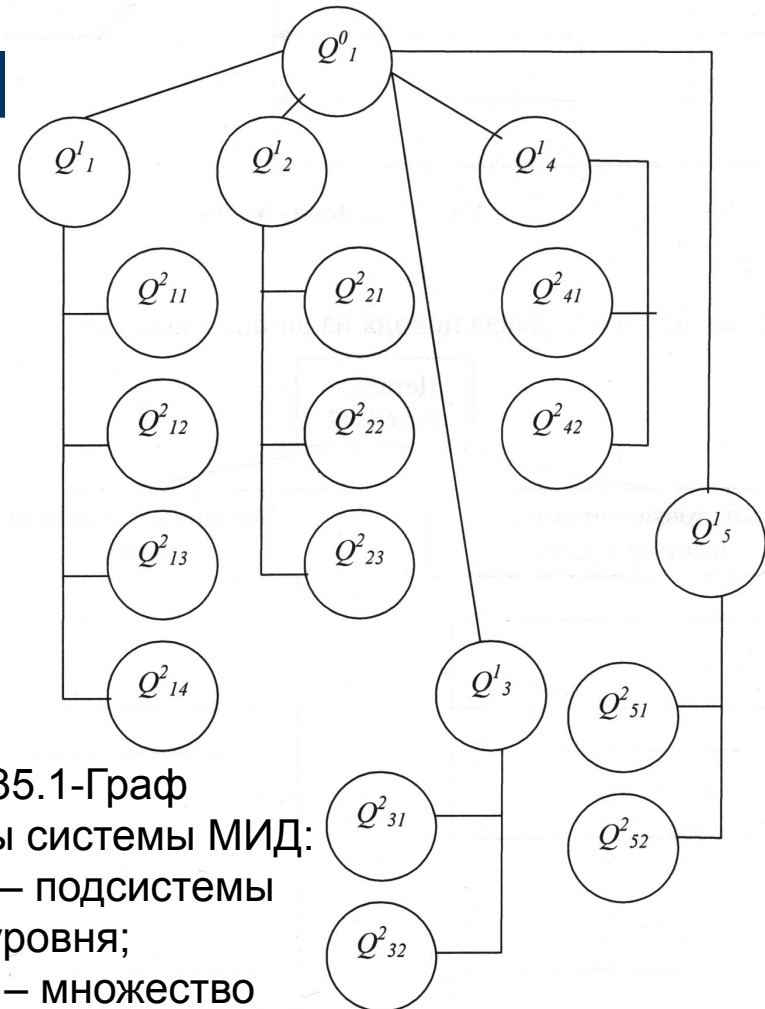

Рисунок 35.1-Граф структуры системы МИД:  $Q_{11}$ - $Q_{15}$  – подсистемы первого уровня;  $Q_{2ij}$ - $Q_{2ik}$  – множество подсистем второго уровня
- Применяя указанные отношения, можно комбинировать характеристики МИД с целью создания новых вариантов (рис. 35.1).